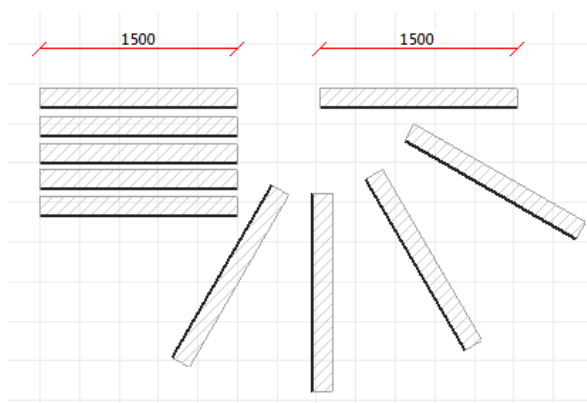
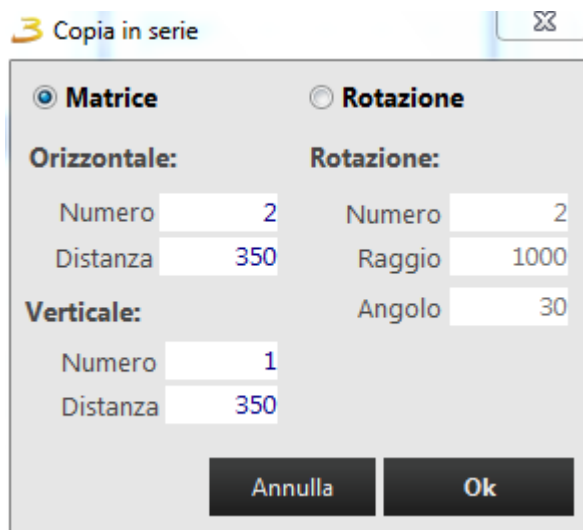

Figura 6.2: Copia in serie
Figura 6.3: Finestra copia in serie
- ✧ Copia in Serie: consente di creare copie in serie delle pareti impostando dei parametri dal menu, figura 6.2, figura 6.3.